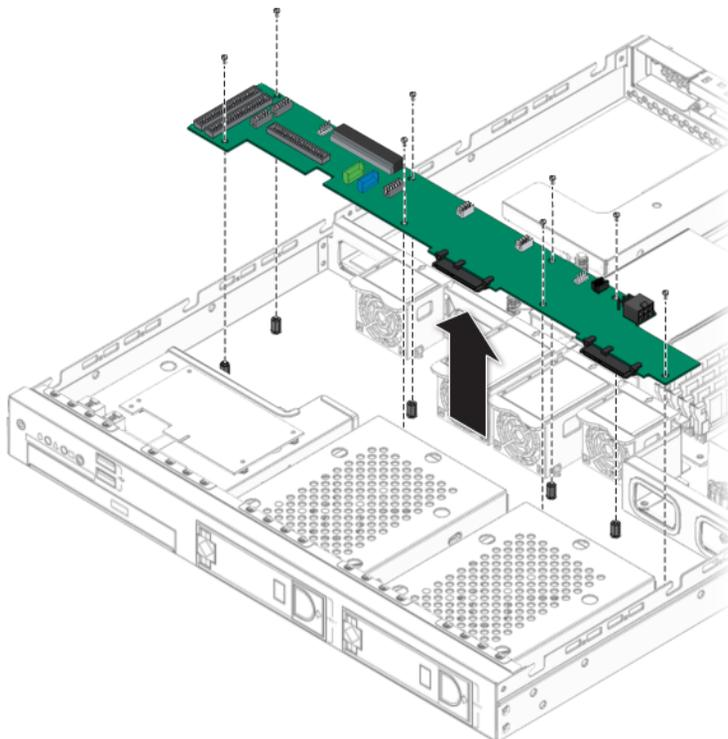

图 4-14 拆卸 SATA 背板
5. 向上提拉，将 SATA 背板提出机箱（参见图 4-14）。